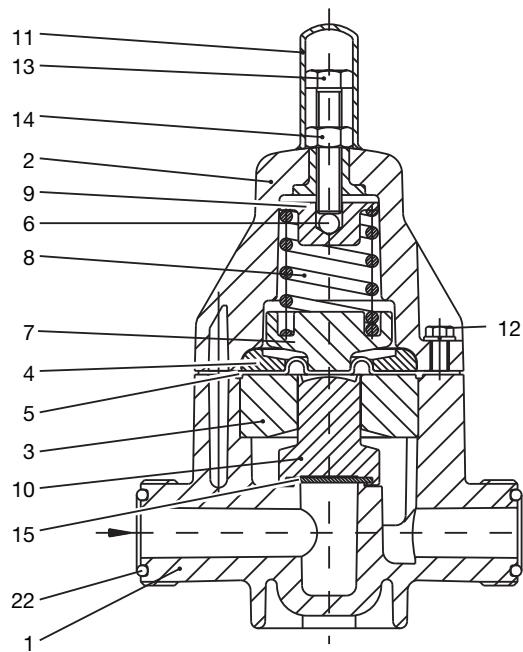

Fig. 4
Desmontaje de la válvula para el mantenimiento de la presión (véase ilustración 4):
(véase la ilustración 4)
* Para los números de posición véase la ilustración 4 y 5